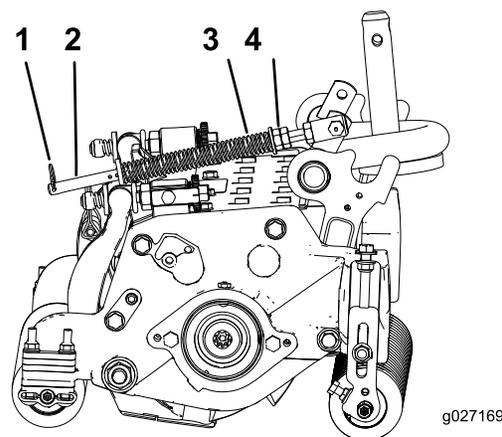

Figura 19
1. Asegúrese de que el pasador de horquilla está instalado en el orificio del extremo de la varilla (Figura 19).
2. Apriete las tuercas hexagonales del extremo delantero de la varilla del muelle hasta que la longitud comprimida del muelle sea de 15,9 cm (Figura 19).